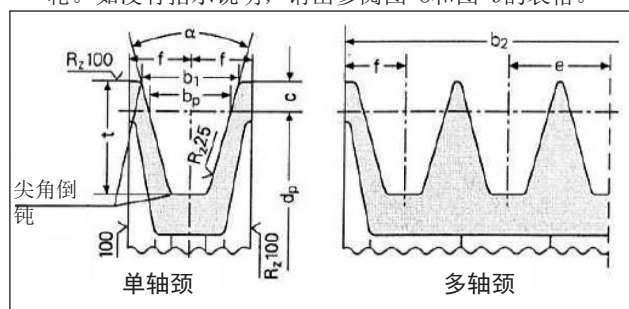

图 8
- a) 使用皮带制造商说明/建议轴颈尺寸的V型皮带用皮带轮。如没有指示说明, 请出参阅图 8和图 9的表格。